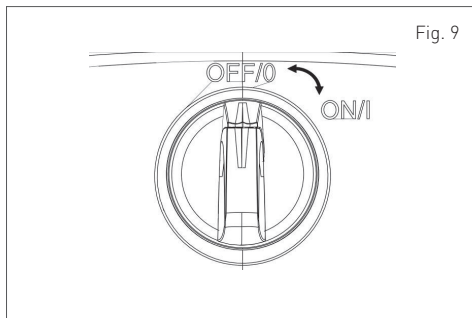

Fig. 9
**(8) Ligue a máquina à eletricidade e à água.**
- Ligue o interruptor ON/OFF (fig.9).